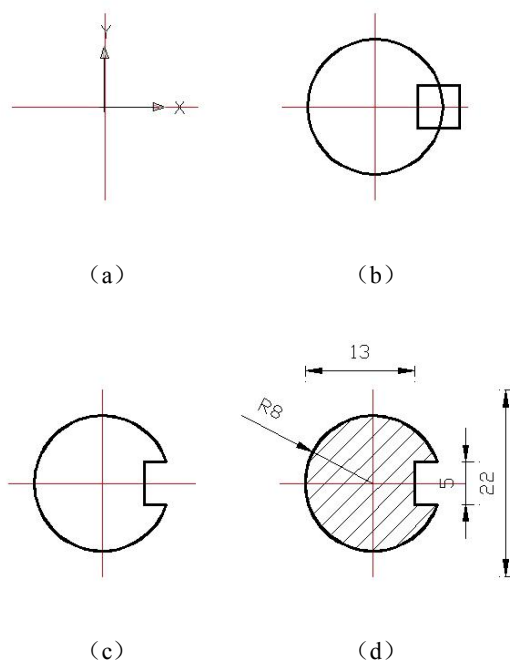
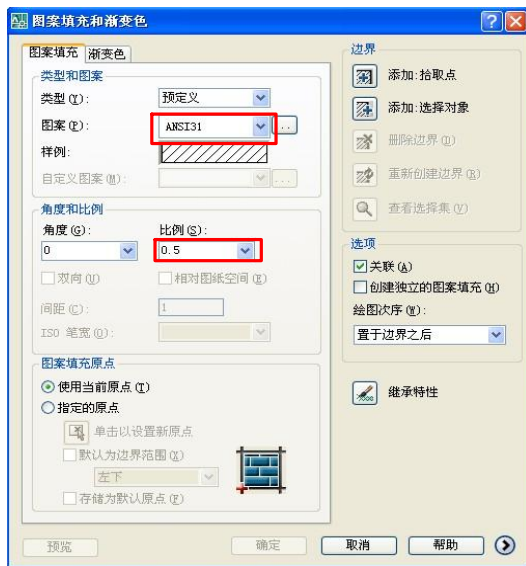

图 2-91 绘制主动轴零件左键槽截面
图 2-92 截面填充参数设置
(1) 绘制主动轴零件左键槽截面。将“辅助线层”置为当前,在主动轴零件轮廓线下方空白处绘制长度为 22 的水平和垂直辅助线。选择“工具”菜单→“新建 UCS”→“原点”命令,将新建用户坐标系原点移动至辅助线相交处,如图 2-91(a)所示。
将“轮廓线层”置为当前,使用“圆”工具,以当前原点为圆心绘制一个半径为 8 的圆。使用“矩形”工具,绘制一个 5×5 的矩形。接着以矩形左边长中点为基点,移动至距离当前原点水平向右 5 个单位处,如图 2-91(b)所示。
使用“面域”工具,对圆和矩形创建面域。选择“修改”菜单→“实体编辑”→“差集”命令,对圆和矩形进行差集处理,效果如图 2-91(c)所示。
将“细实线层”置为当前,使用“填充”工具,对图形进行填充,如图 2-91(d)所示。填充图案为 ANSI31,比例为 0.5,参数设置如图 2-92 所示。